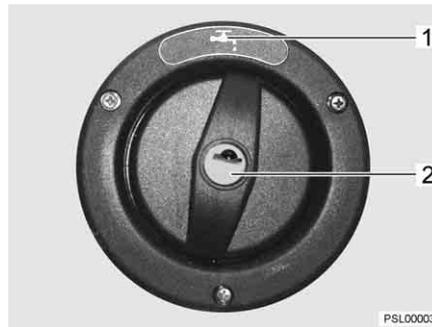

Fig. 164 Coperchio per bocchettone di riempimento dell'acqua potabile
Il bocchettone di riempimento dell'acqua potabile è contrassegnato dal simbolo "K" (Fig. 164,1). Il coperchio viene aperto e chiuso con la chiave per le serrature degli sportelli esterni.
- Inserire la chiave nel cilindro della serratura (Fig. 164,2) e ruotare in senso antiorario di un quarto di giro.